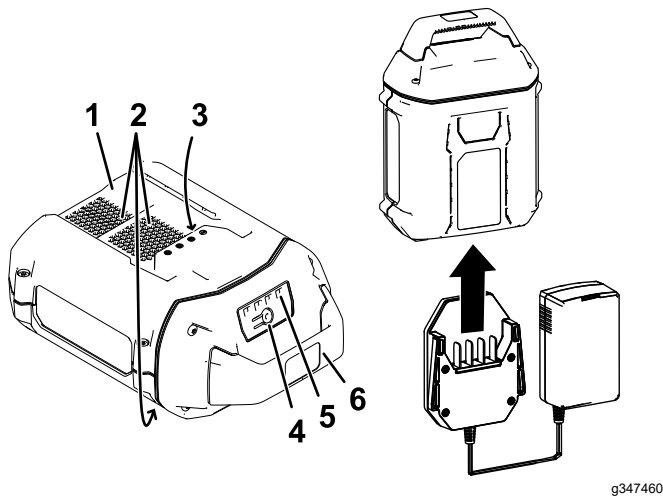

Figure 12
2. Placez le creux de la batterie (Figure 12) en face de la languette du chargeur.
3. Insérez le chargeur dans la batterie jusqu'à ce qu'il soit complètement enclenché (Figure 12).